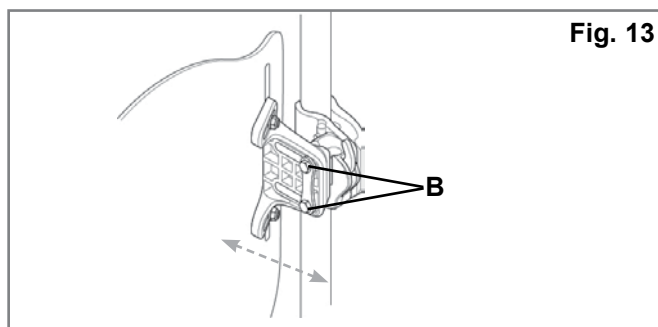

Fig. 13
- For å justere dybden og vinkelen på J3-ryggen, løsner du på de høyre og venstre mutrene (Fig. 13-B) i sporet på braketten.
- Juster dybden og/eller vinkelen, og stram mutrene forsvarlig til. Det anbefalte dreiemomentet er 11,3 - 12,4 Nm. Forsikre deg om at ingen av dybdejusteringsmutrene (Fig. 13-B) kan skli eller rotere.